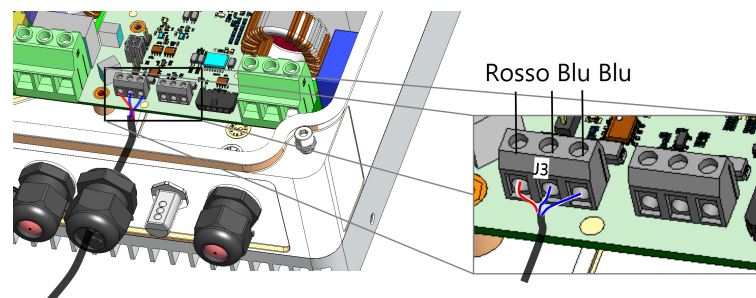

Figura 5: Collegamento del cavo del sensore al dispositivo Smart Energy Hot Water
5. Collegare l'altra estremità del cavo del sensore al regolatore per accumuli termici Smart Energy (Vedere *Figura 5*):
Assicuratevi di utilizzare la basetta pin corretta corrispondente al connettore (*Figura 5*):